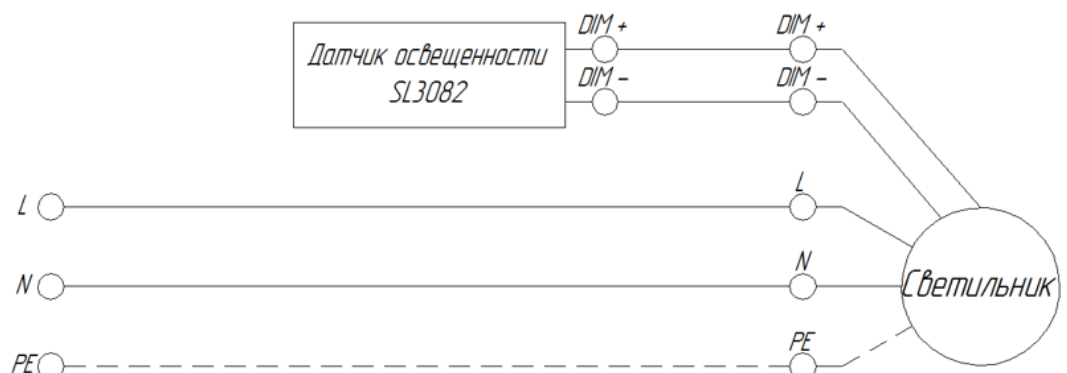

Рис.7 Схема подключения
6.2.2 Подключение датчика осуществляется к диммируемым выходам блока питания осветительного прибора. Необходимо подсоединить провода датчика в соответствующий полус как показано на рис. 7.